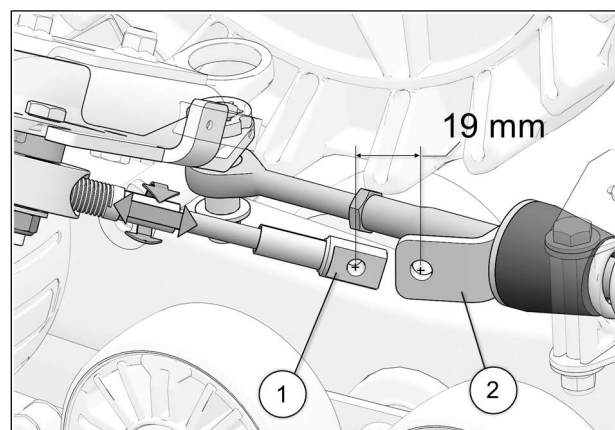

Fig. 27
17. Tourner le volant du véhicule au maximum de la course du côté gauche. En maintenant une pression au volant, ajuster le câble (en vissant ou dévissant pour ajuster la longueur). Voir la Fig. 27
18. Obtenir une distance de 19 mm [$\frac{3}{4}$ po.] du centre de l'extrémité du câble (1) au centre de l'extrémité du support de fixation (2). Voir la Fig. 27